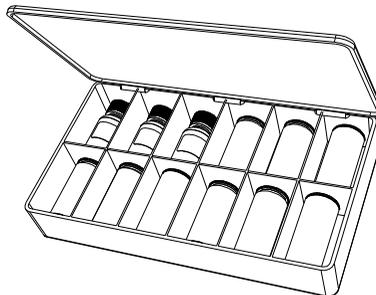

Figura 1-2 Kit de calibración estándar (de serie) o de rango extendido
- Kit de calibración de rango extendido (N.º de referencia: 86ACC-ER-KIT [U8771069]). Éste se muestra en la Figura 1-2 en la página 29.